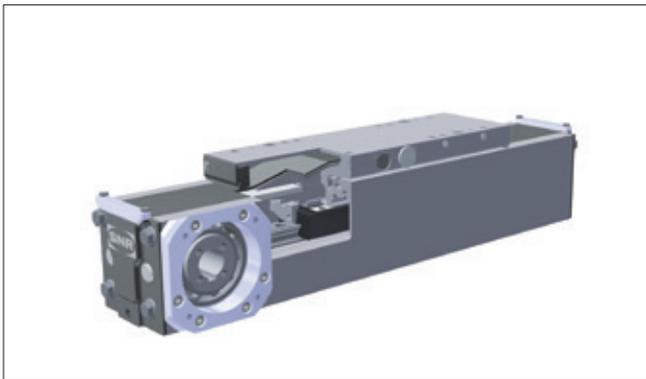

Bild 5.4 _____ AXF mit Zahnriemenantrieb
- 2 Antriebsvarianten: Zahnriemen- und Spindeltrieb (Bild 5.4 und 5.5)